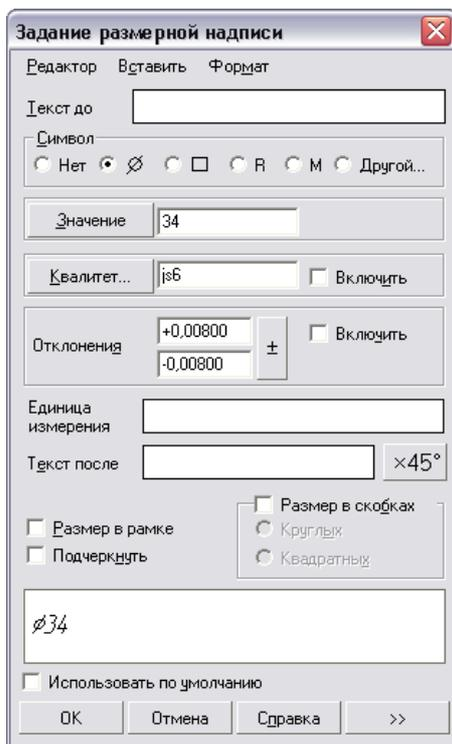

Рис. 65
3. Щелкните мышью в поле **Текст** на **Панели свойств**. На экране появится диалог **Задание размерной надписи** (рис. 65).